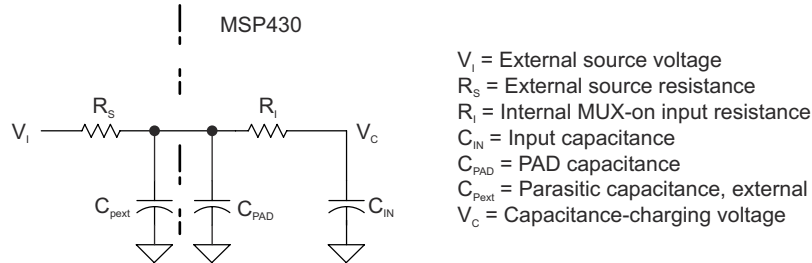

图 8-14. eCOMP 输入电路
- 对于 eCOMP C_{IN} 模型，请参阅图 8-14。